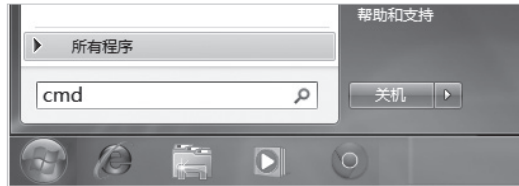

图4-6 打开命令行窗口
4. 在主窗口中输入回车键,可以看到“TL-NS660-24G4T>”的提示符,说明已成功登录交换机,如图4-6所示。